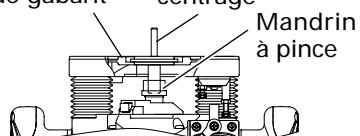

Fig. 10
- ② Insérer le calibre de centrage dans l'orifice de l'adaptateur de guide de gabarit et dans le mandrin de serrage. (Fig. 10)
- ③ Serrer le mandrin de serrage à la main.
- ④ Serrer les vis de l'adaptateur de guide de gabarit, et retirer le calibre de centrage.
(2) Guide de gabarit